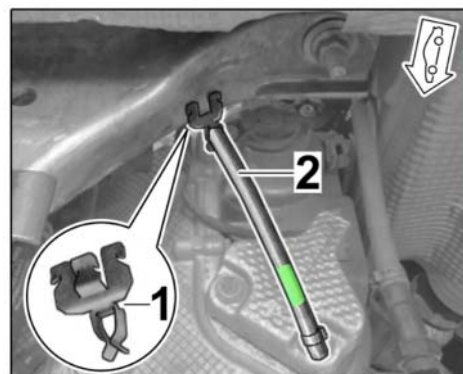

Bild 28
- 6.3 Kabelhalter ⇒ *Bild 28 -1-* an Motorträger
⇒ *Bild 28 -2-* clipsen.
Stahlflexleitung ⇒ *Bild 28 -2-* in Kabelhalter